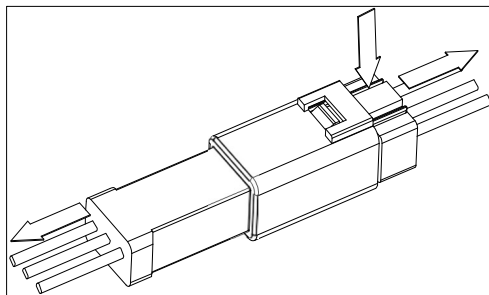

Figura 7-2 Desconecte el conector del cable estanco
2. Desconecte el conector del cable estanco del ventilador de refrigeración, tal y como se muestra en la Figura 7-2.